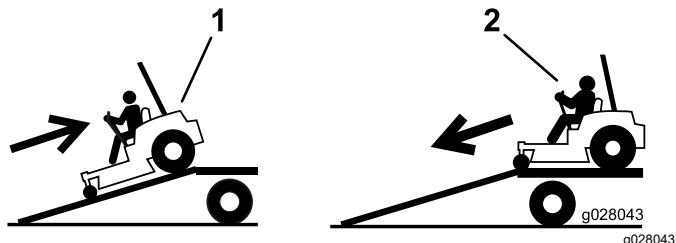

Рисунок 35
4. Пересуваєтесь зворотним ходом вверх по рампі (Рисунок 35).
2. Пересуваєтесь переднім ходом вниз по рампі (Рисунок 35).